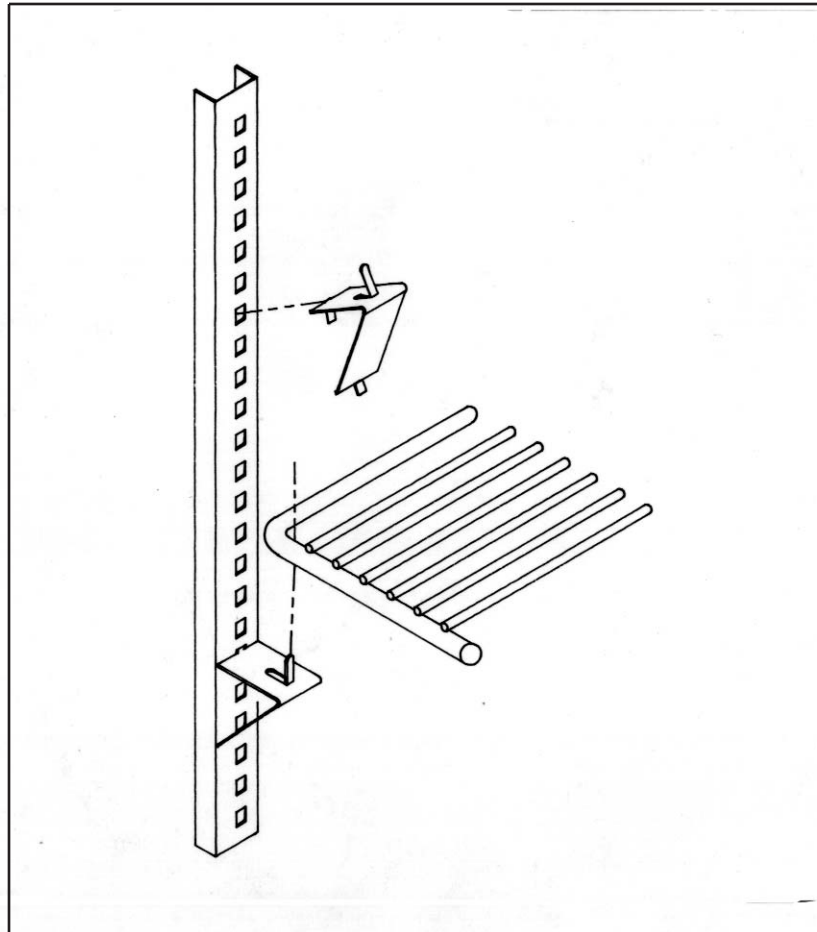
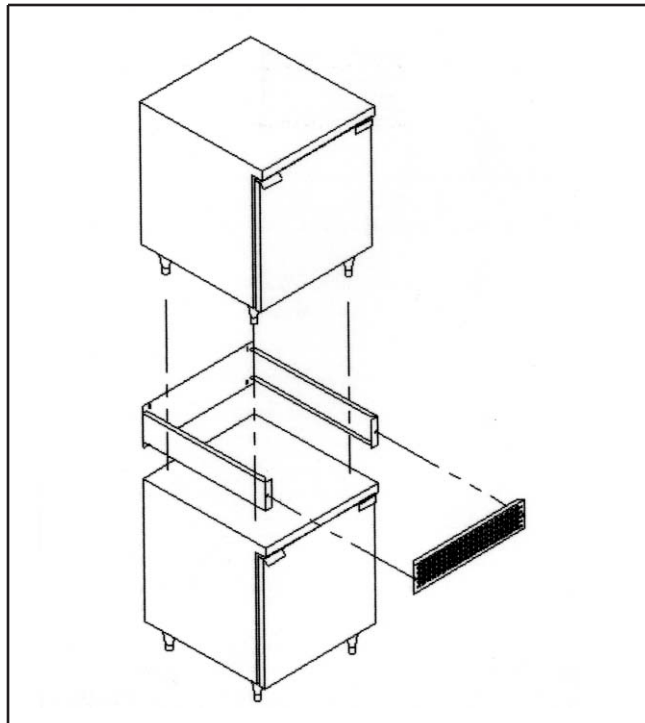

FIGURA 9
FIGURA 10
Además de la pilastra y la pinza de servicio pesado opcionales según se muestra en la Figura 9, todos los modelos están disponibles con un estante superior o superior doble. Los modelos pueden incluso apilarse con un juego de adaptación de collar de apilamiento de servicio pesado según se muestra en la Figura 10. Consulte su modelo en la lista de precios de opciones y accesorios adicionales disponibles de fábrica.
Todos los modelos de parte superior maciza SW27, SWF27, SW48, SWF48 pueden apilarse uno encima de otro usando un collar de apilamiento de acero inoxidable de servicio pesado, según se muestra en la Figura 10. Al apilar un refrigerador y un congelador, siempre es mejor poner el modelo de congelador en la parte de abajo para lograr una máxima eficiencia. La parrilla delantera sujeta al cuerpo del collar de apilamiento se sujeta por medio de tornillos de orejetas fácilmente desmontables y debe quitarse periódicamente para su limpieza. La parrilla delantera debe estar siempre limpia y sin residuos y nunca bloqueada.
4. Instale el collar de apilamiento según se muestra en la Figura 10, asegurándose de que todos los agujeros ranurados de los tornillos traseros estén alineados en los modelos de arriba y abajo donde se quitaron los tornillos en el paso N° 2. Si los agujeros ranurados de los tornillos no están alineados (de izquierda a derecha) con los agujeros de los tornillos, entonces el collar de apilamiento está montado boca abajo. Quite y vuelva a instalar correctamente.